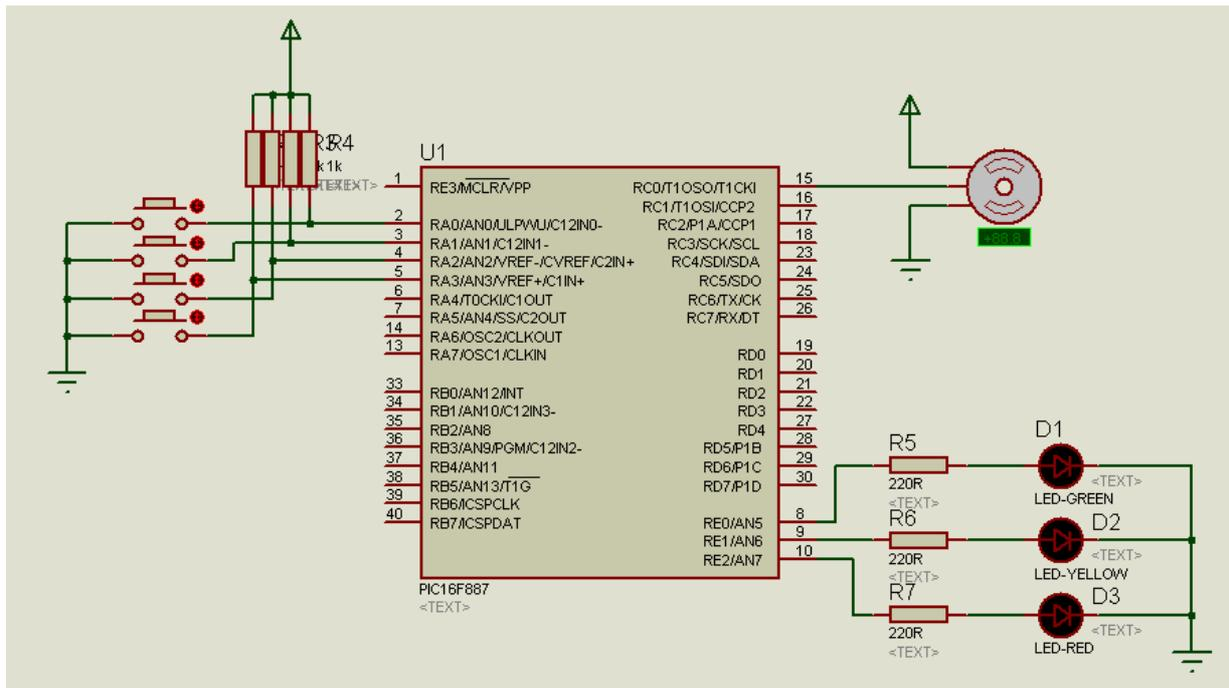

Figura 5.4
Realizar el siguiente programa y simularlo en PROTEUS, utilizando el circuito de la figura 5.4.
- **3 led's conectados al puerto E y el motor conectado al puerto C, el motor debe conectar como en la figura 5.4**
Implemente un archivo c, compílelo con ayuda de MPLAB o PIC Compiler y posteriormente simular el circuito de la figura 5.4 en PROTEUS , para observar su funcionamiento